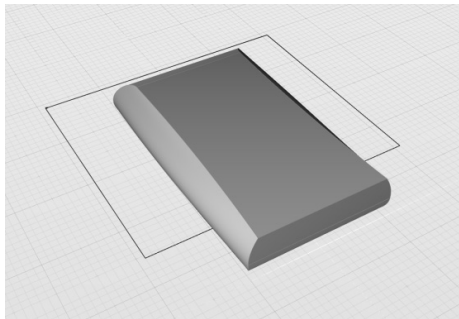

图 4-115 打开练习文件
1) 打开素材文件夹“练习（4.4.5_1）”中的 Evolve 文件，该文件中包含一条矩形曲线和一个实体模型，如图 4-115 所示。